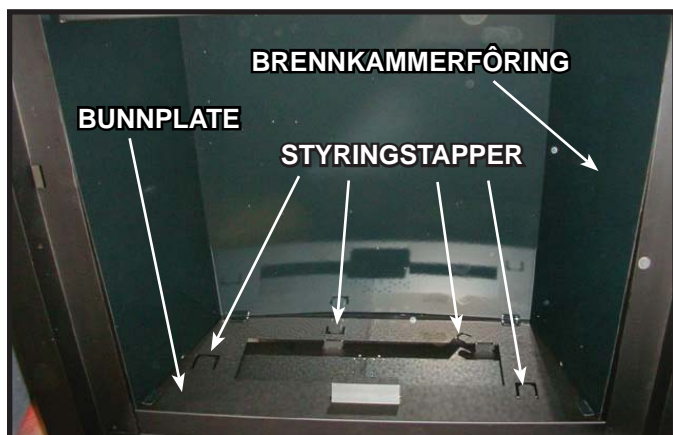

Fig. 14.7
2. Legg styretappene for kubbene (hvis disse er bøyd oppover) ned på bunnplaten slik at de ligger parallelt med brenneren. Se fig. 14.7.
3. Gå videre til trinn 4 hvis brennkammerføring ikke skal installeres. Installer brennkammerføringen ved å plassere den på peisens bunnplate og deretter skyve føringen bakover til den kommer i kontakt med baksiden av peisen. Se fig. 14.7.
4. Plasser steinskuffen over bunnplaten. Se fig 14.7.